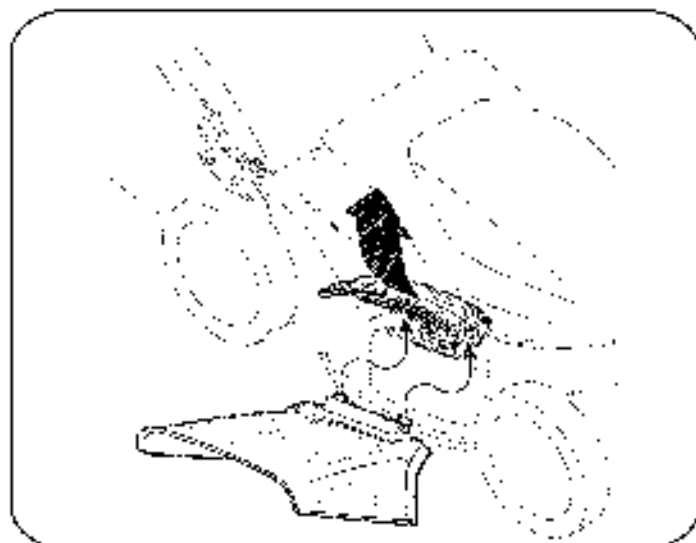

Figura 5
- Deslice los dos ganchos del canal de descarga lateral: dibajo de pasarlos en el montaje de la navaja para abono y hacia la clavija para abono lateral. Vea la Figura 5.